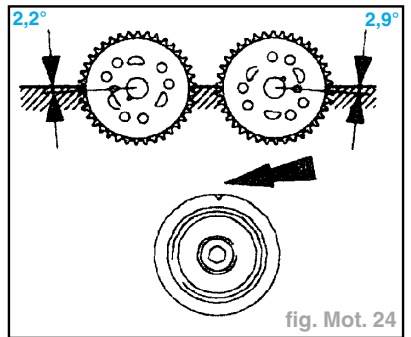

fig. Mot. 24
- Mettre le vilebrequin en position de PMH du cylindre N°1 (fig. Mot. 24).